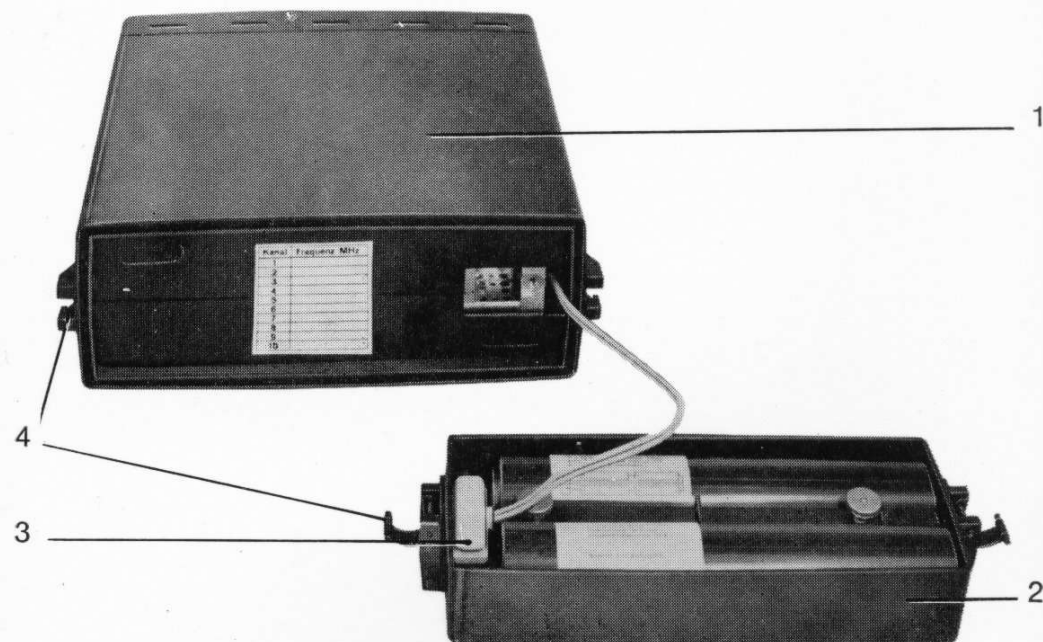

Bild 3. KL 39 Geräteblock und Batteriewanne getrennt
6. Auswechseln und Laden der Batterie (Bild 3)